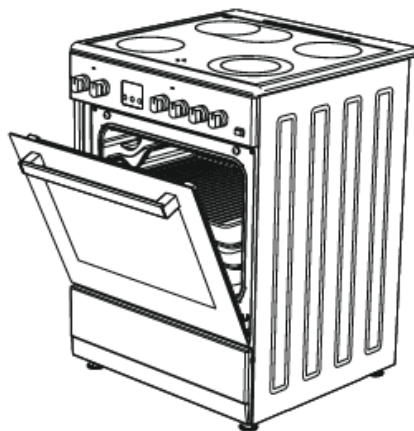

Fig. 9
3. Placera skyddspanelen under kontrollpanelen genom att öppna ugnsluckan (**fig. 9**).